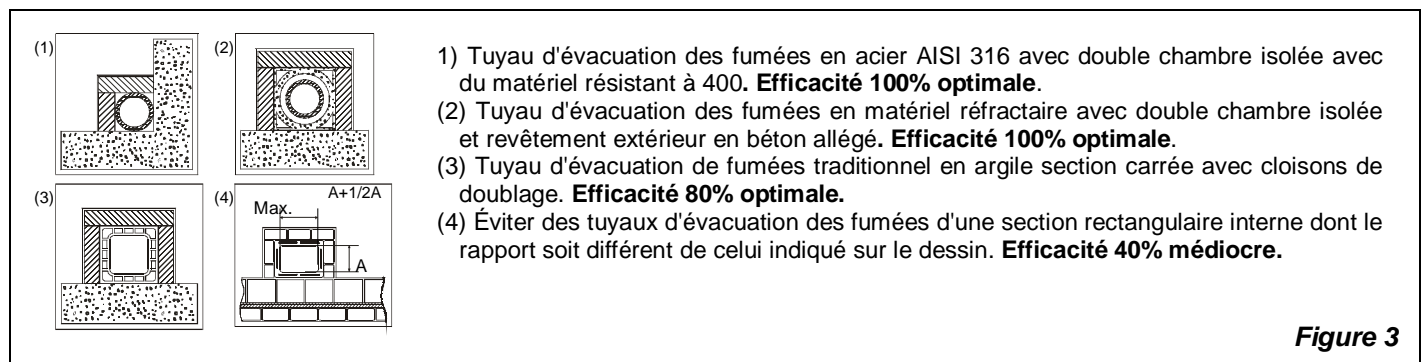

Figure 3
**Les matériaux suivants sont interdits** et nuisent au bon fonctionnement de l'appareil: fibrociment, acier zingué, superficies internes rugueuses et poreuses. La Figure 3 reprend quelques exemples de solution.